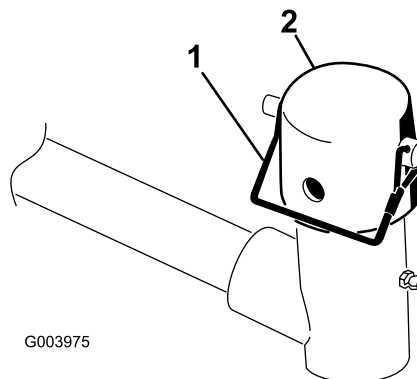

Bild 7
6. Entfernen Sie den Klappstecker aus dem Hubarmgelenkjoch. Entfernen Sie dann die Kappe (Bild 7).
10. Befestigen Sie die Kappe und die Trägerrahmenwelle mit dem Einraststift am Hubarmjoch (Bild 7).